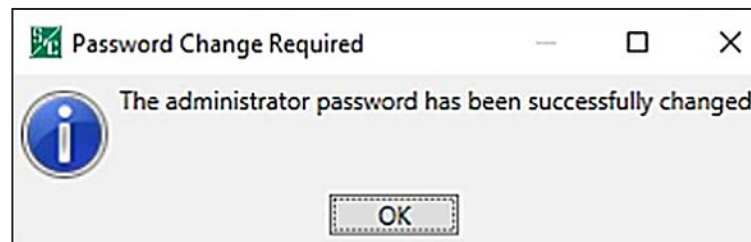

Figura 51. Cuadro de diálogo de Requerimiento de Cambio de Contraseña mostrando la contraseña del administrador cambiada exitosamente.
PASO 3. Cuando la contraseña es cambiada con éxito, se abre el cuadro de diálogo Cambio Exitoso. Ver Figura 51. Dé clic en el botón **OK** para terminar el proceso del cambio de contraseña. Si la contraseña no se cambió exitosamente, vaya al Paso 4.